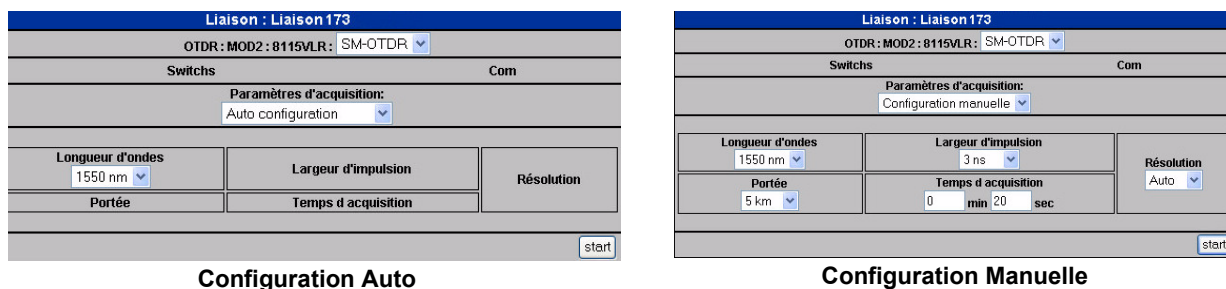

Fig. 88 Paramètres de mesure
- 4 Configurer les **paramètres de Mesure** (voir Figure 88 page 72):